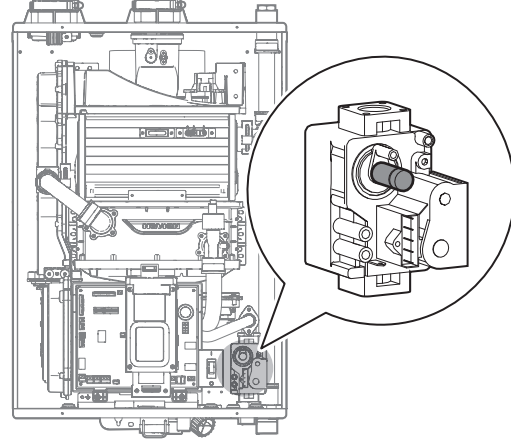

Figura 10. Ubicación del Tornillo de Fijación
- c. Active zonas múltiples y ajuste el boiler para operar en modo 1 etapa MÍN. (consulte “11.5 Ajuste del Modo de Operación” en la página 80). Mida el valor de desviación a fuego bajo y compárelo con los valores de la Tabla 3. Si el valor está fuera de rango, deberá ajustarse el tornillo de fijación de la válvula de gas. Si se requiere ajuste, ubique el tornillo de fijación como se muestra en la Figura 10. Con una llave Allen de 5/32 pulg. o 4 mm, gire el tornillo de fijación no más de 1/4 de vuelta a la derecha para aumentar o a la izquierda para bajar el valor de desviación.